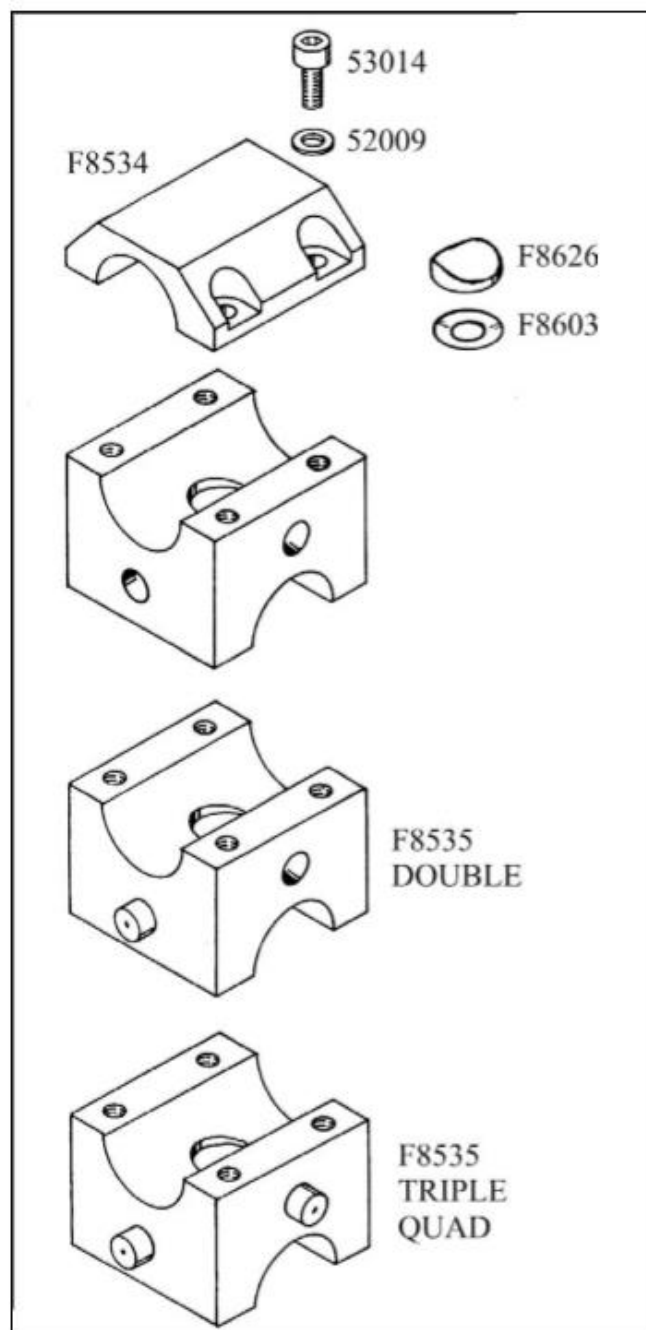

Figure 10: GIMBAL BLOCK
10. GIMBAL BLOCK: Figures 10 & 10a